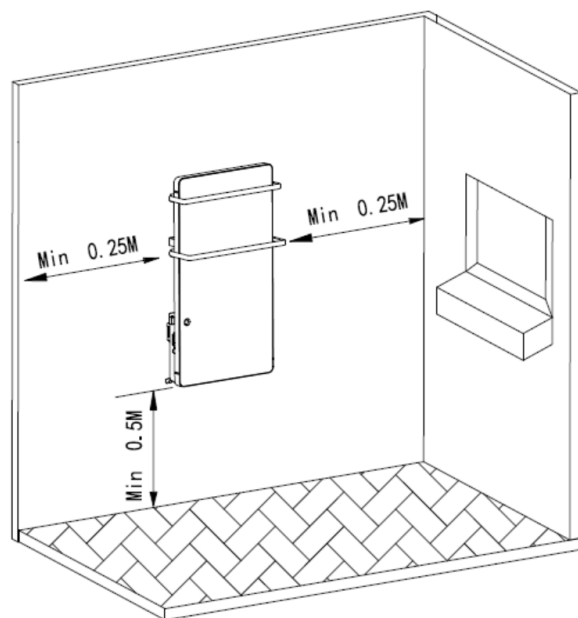

Fig.2
- Teniendo en cuenta las distancias de separación del aparato señaladas anteriormente, posicionar el soporte mural en la posición deseada y marcar en la pared los puntos a taladrar. (Fig.2).